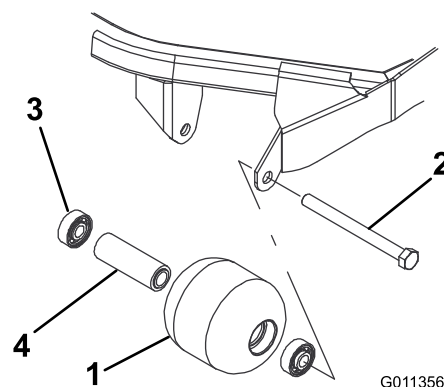

Figura 81
1. Rimuovete il bullone di montaggio del rullo (Figura 81).
distanziale del cuscinetto del rullo (Figura 81). Sostituite tutti i componenti danneggiati e procedete con il loro montaggio.
1. Montate il primo cuscinetto premendolo nell'alloggiamento all'interno del rullo (Figura 81). Premete soltanto sulla pista esterna o, in misura uguale, sulla pista interna ed esterna.
2. Inserite il distanziale (Figura 81).
3. Montate il secondo cuscinetto premendolo nell'alloggiamento all'interno del rullo (Figura 81). Premete in misura uguale sulla pista interna ed esterna, fino a quando la pista interna non entra in contatto con il distanziale.